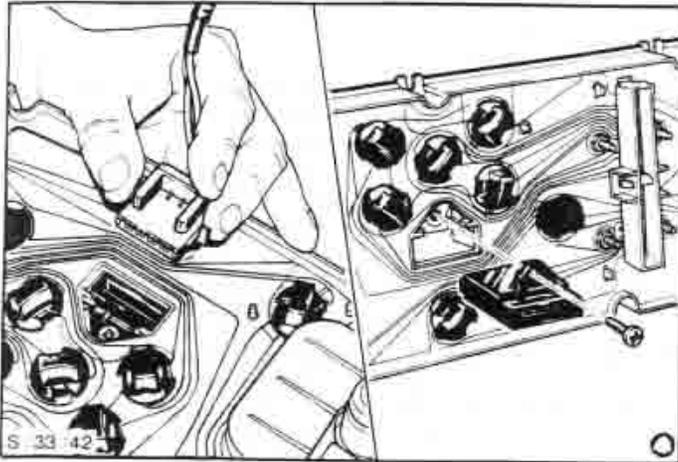

Fig. 18. Extracción del conjunto de económetro.
2. Sacar el tornillo estría que sujeta el económetro al grupo de instrumentos, fig. 18.